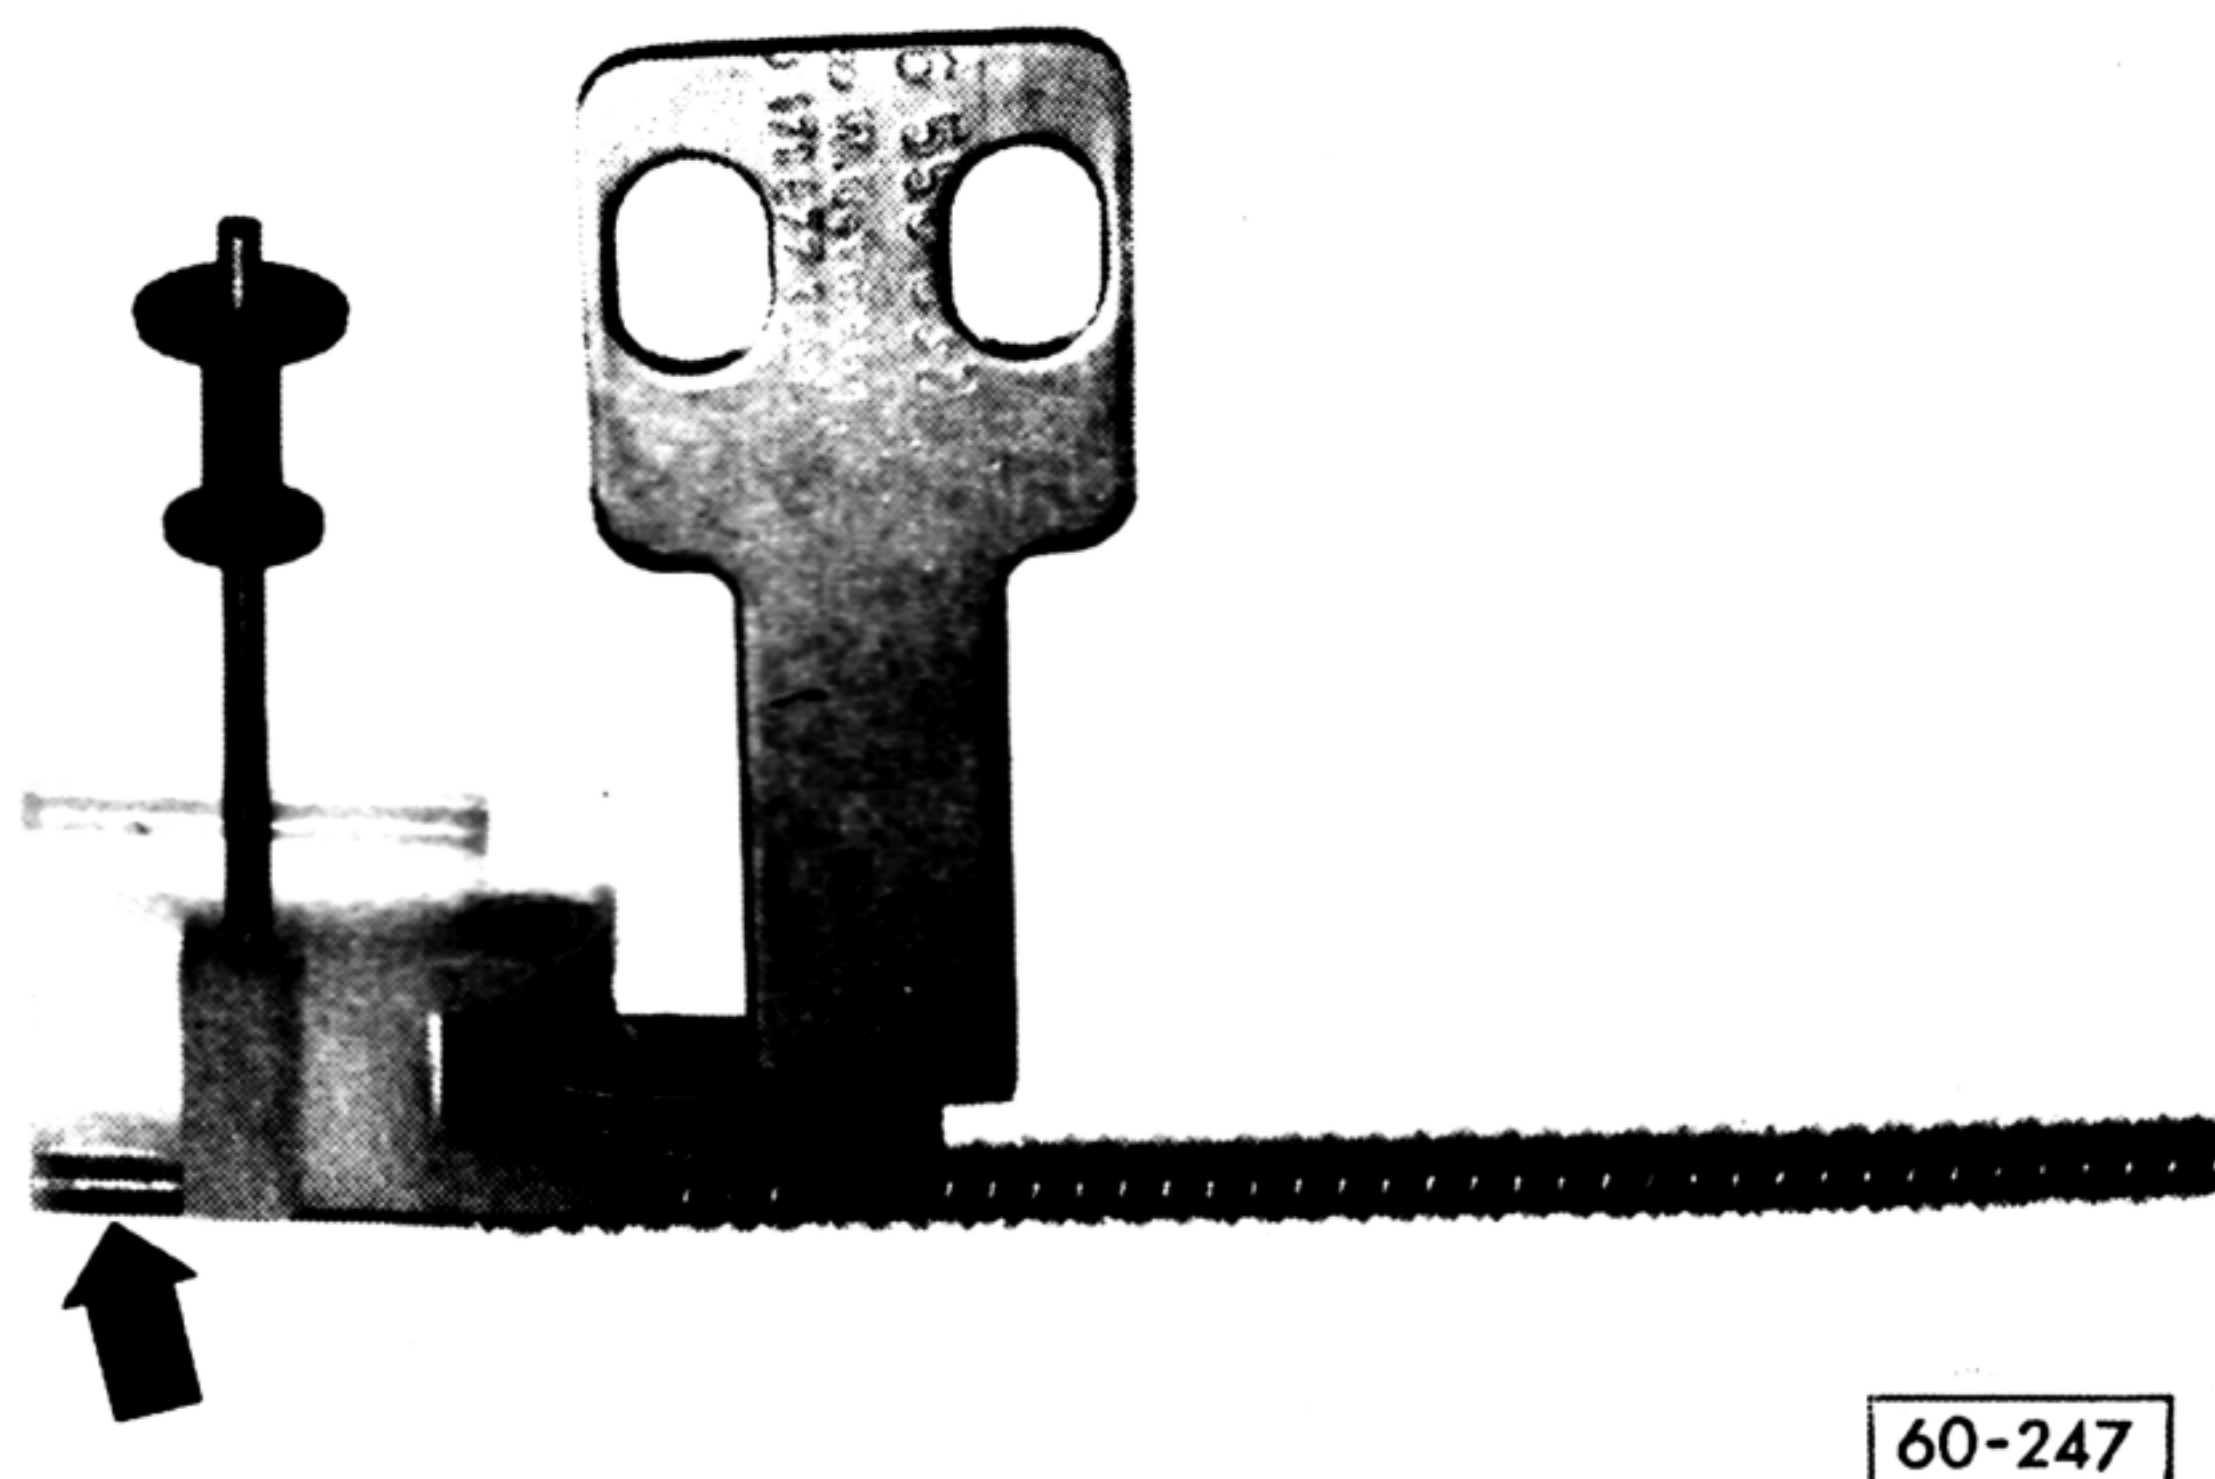

Abb. 1: Seilzug mit ultraschallverschweißter Führung
- Seilzüge mit Führungen werden in ultraschallverschweißter Ausführung (Abb. 1) und verplombter Ausführung (Abb. 2) als Ersatzteil unter einer Ersatzteile-Nummer (171 877 301) angeboten.